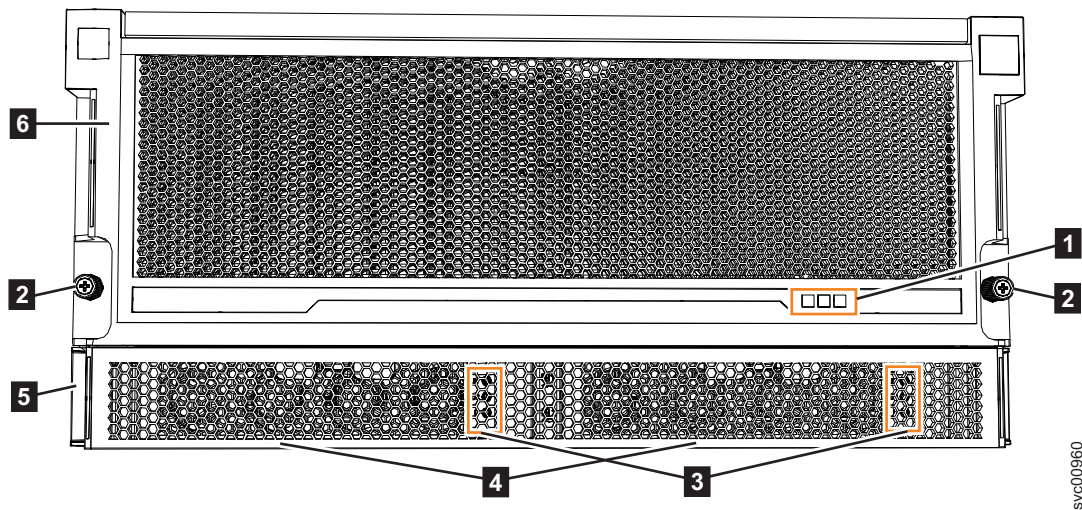

図 101. 2077-92F 拡張エンクロージャーの前面にあるフィーチャー
- 電源ケーブルをエンクロージャーの背面に接続する前に、必ず拡張エンクロージャーがラックに固定されていることを確認してください。必要であれば、エンクロージャー前面にあるつまみねじ (図 101 の **2**) を締めて、エンクロージャー・ドロワーが開かないようにします。
2077-92F 拡張エンクロージャーには 2 個の電源機構装置 (PSU) があり、エンクロージャーの前面からこれにアクセスできます (図 101 の **4**)。PSU は 1U 鼻隠しによって覆われます。
電源が接続されると、エンクロージャーの前面にある前面表示パネルと各 PSU 上のインディケーター（133 ページの図 101 の **1** と **3**）も点灯します。インディケーターによって示される状況については、136 ページの『Storwize V5000 Gen2 2077-92F 拡張エンクロージャーの LED およびインディケーター』を参照してください。